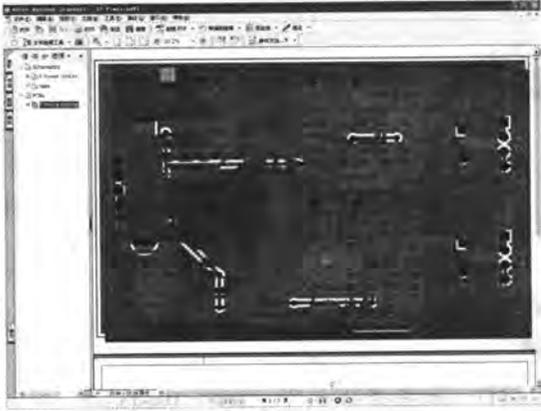

图 11-69 打开设置
- [6] 单击 **下一步(N) >** 按钮, 进入如图 11-69 所示的窗口, 设置输出后是否被默认的 Acrobat Reader 打开。